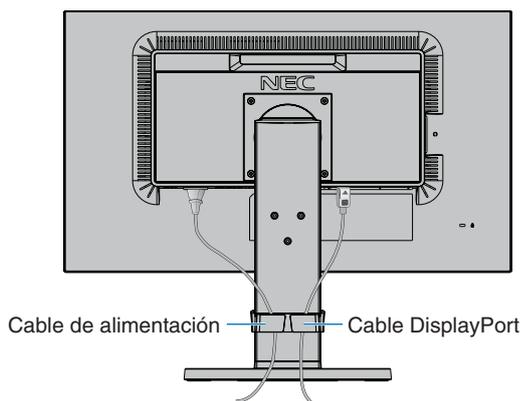
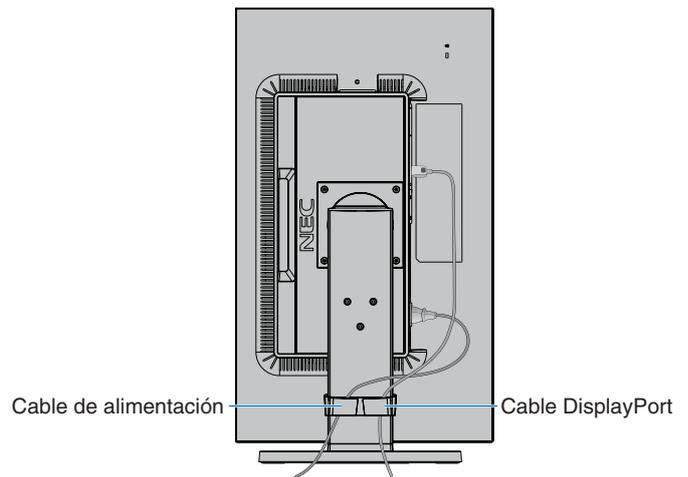

Figura C.2
Figura C.3
5. Sujete los cables en el pasacables y distribúyalos uniformemente (**figura C.2** y **figura C.3**).